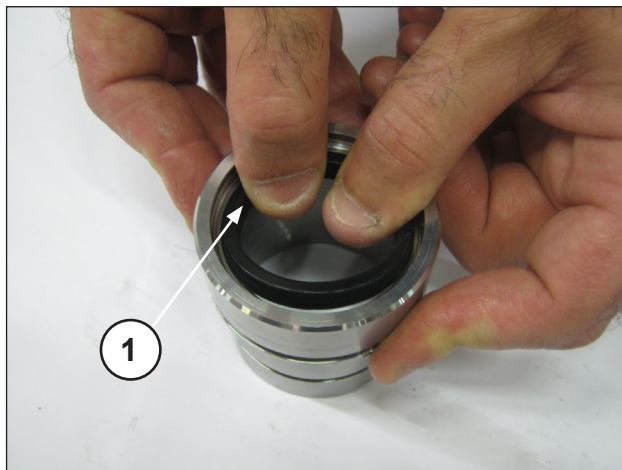
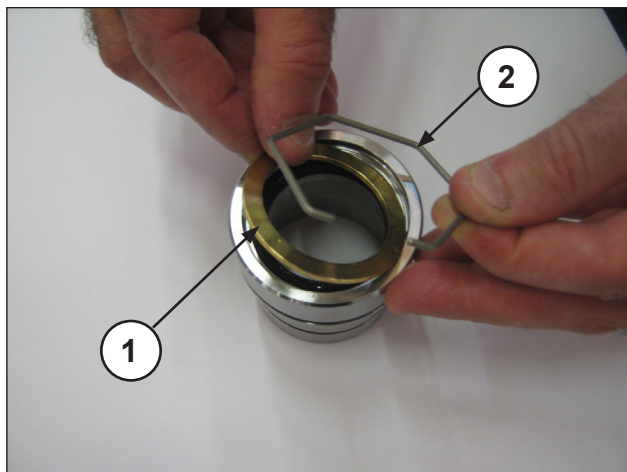
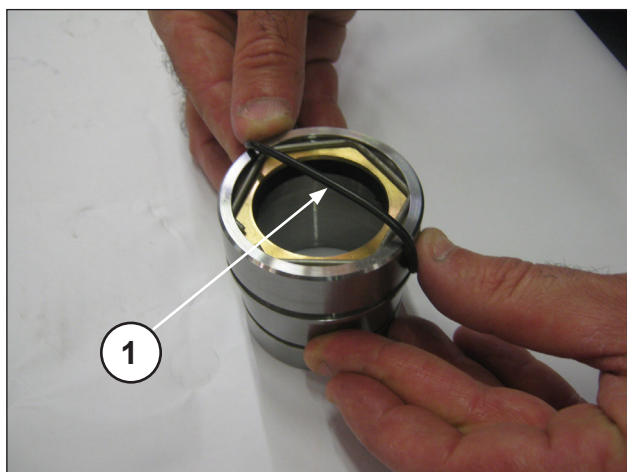

Abb. 35
Abb. 36
Abb. 37
Setzen Sie die ND-Dichtung in den Halter der Stopfbuchse ein (Pos. ①, Abb. 35) und achten Sie hierbei auf die Einbaurichtung mit nach vorn gerichteter Dichtlippe (zum Kopf hin). Danach den Dichtring, den Sicherungsring (Pos. ①②, Abb. 36) und den O-Ring (Pos. ①, Abb. 37) einsetzen.